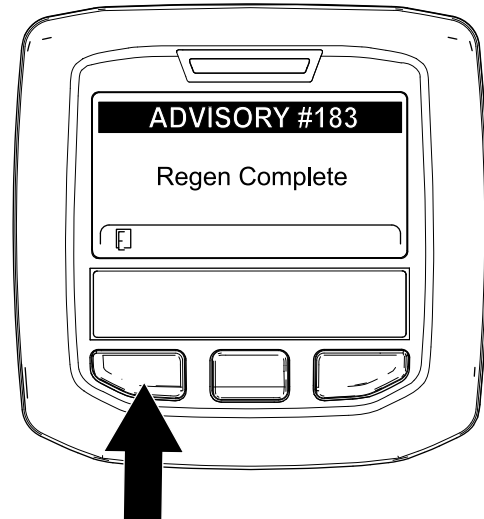

Figura 68
9. Quando il computer del motore completa una rigenerazione parcheggiata o una rigenerazione di recupero, l'InfoCenter visualizza il messaggio ADVISORY #183 (Figura 68). Premete il pulsante sinistro per uscire e tornare alla schermata Home.
**Nota:** Se la rigenerazione non viene completata, l'InfoCenter visualizza il messaggio Advisory #184 (Figura 68). Premete il pulsante sinistro per uscire e tornare alla schermata Home.